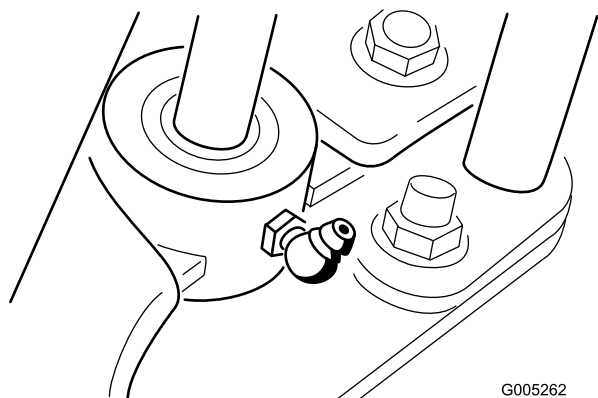

Figura 19
5. Tergete i raccordi d'ingrassaggio con un panno pulito (Figura 19).